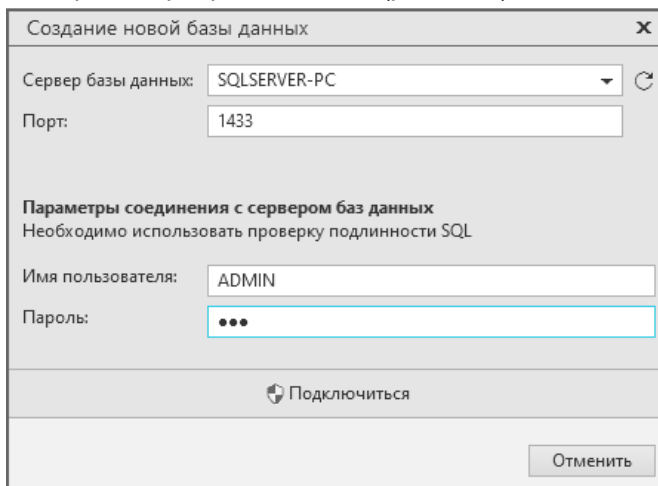

Рис. 3.20
3. Выберите сервер баз данных (рис. 3.20).